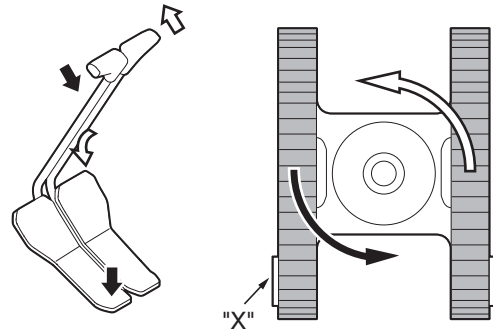

Figura 12
- Los giros completos (Figura 12) se efectúan mediante la rotación hacia delante de una de las orugas y marcha atrás de la otra. La máquina girará alrededor de su punto central.